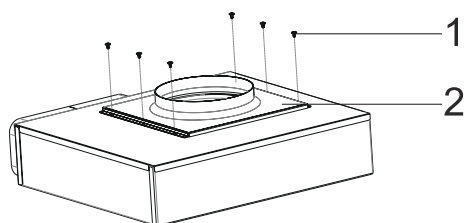

Fig. 17
- Lossa de 6 skruvarna och ta bort utsugsplattan (Fig. 17).